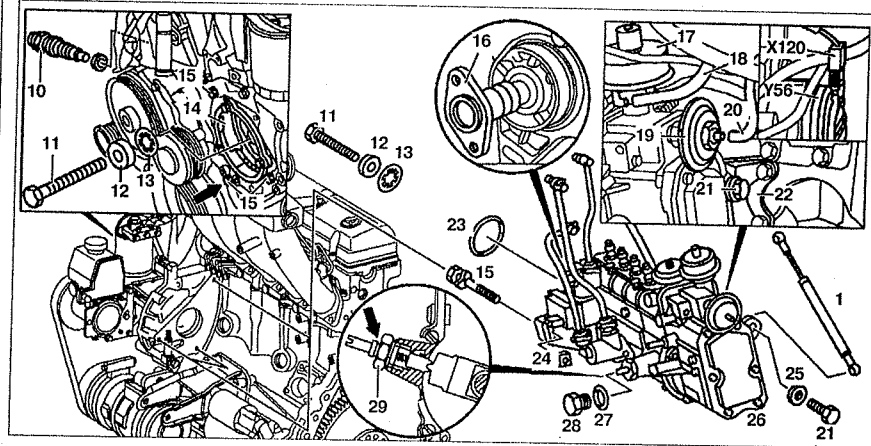

Рис. 4.65. Топливный насос высокого давления:
10. Отсоедините вакуумную трубку 18 от узла подачи сжатого воздуха 17 (см.рис.4.65).